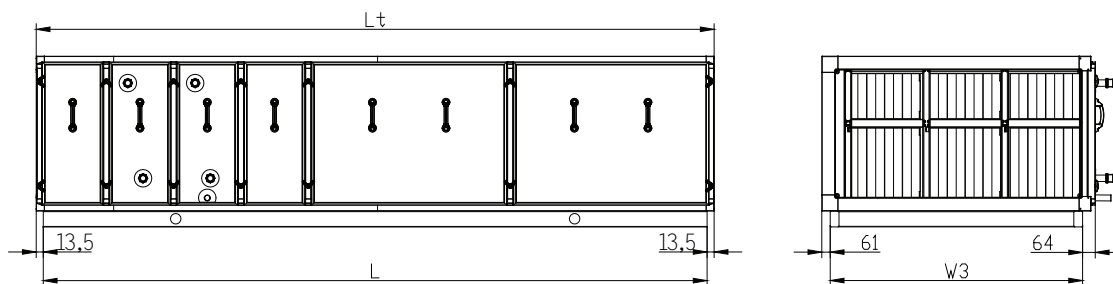

Рис. 12b. Транспортировочная рама (VS 21-150), изготовленная из прямоугольных профилей.
- для агрегатов VS 21-650 с транспортной рамой (рис. 12b и 13a) подпорка будет не менее 200x200мм и расположена она на наружных концах рамы и в середине ее длины.